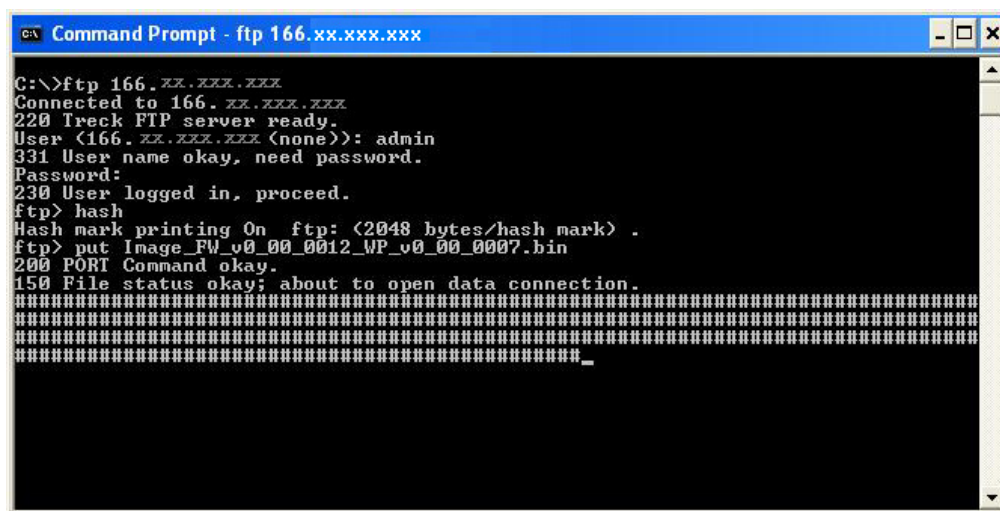

図 51. アップグレードの起動方法
3. MS-DOS コマンドラインウィンドウを開き FTP モードで通信モジュールに接続します（図 51 を参照）。
4. **ftp>** コマンドラインで、**put** コマンドを **image<xxx>.bin** ファイルにを使ってアップグレードを開始します（図 51 を参照）。